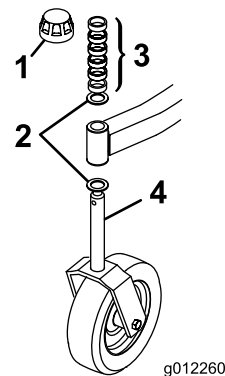
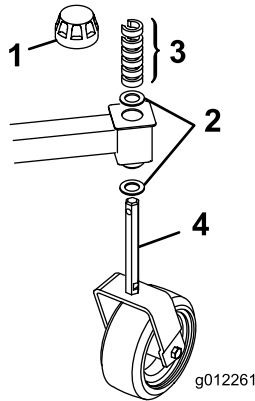

Figure 2
Figure 3
1. Retirez les chapeaux de tension des axes de pivots et retirez les entretoises et les rondelles de butée (Figure 2 & Figure 3).
2. Glissez les entretoises sur le pivot de la roue pivotante pour obtenir la hauteur de coupe voulue (voir le tableau à la section Réglage de la hauteur de coupe). Placez une rondelle de butée sur le pivot. Poussez le grand pivot dans le bras pivotant avant et le petit pivot dans le bras pivotant arrière. Placez une autre rondelle de butée ainsi que les entretoises restantes sur le pivot, puis montez le chapeau de tension pour fixer l'ensemble (Figure 2 & Figure 3).